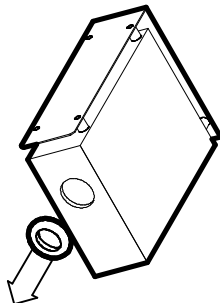

図11
- ① 測定部の投・受光部に取り付けてある防虫用ゴムキャップを外します。（図11）測定シーズン終了後にまた使用しますので、それまで格納しておいてください。